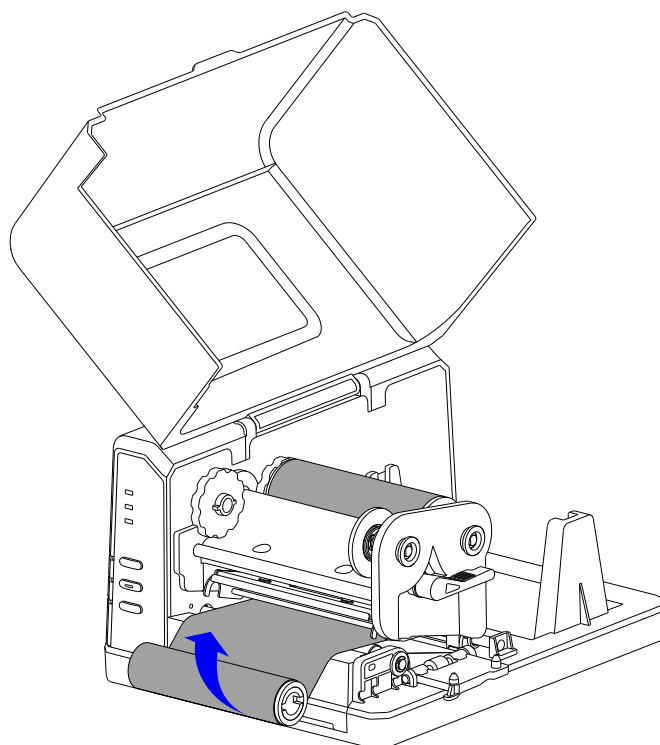

图 2-6
- 按照图 2-6 中箭头所示方向将碳带带头缠绕在空卷芯上(附着油墨的一面始终朝上), 此步骤重复多次, 直至碳带固定在空卷芯上。